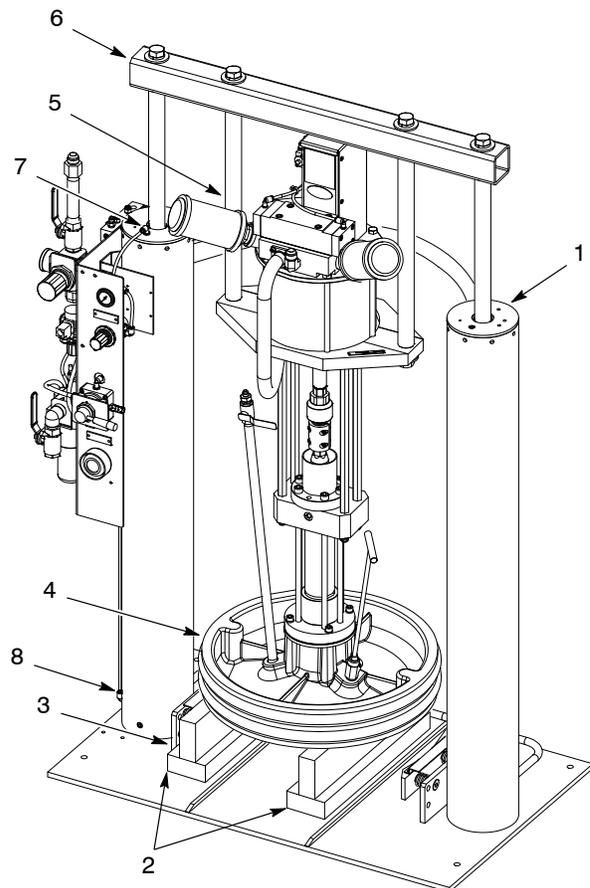

Abb.1 Den Stempel abstützen
1. Siehe Abbildung 1. Den Stempel (4) mit Klötzen (2) abstützen, die hoch genug sind, um zu verhindern, dass der Stempel mit dem Fassniederhalterfuß (3) in Kontakt kommt. Sicherstellen, dass die Baugruppe Stempel/Luftmotor sicher steht und nicht umfallen kann.
2. Alle Geräte oder Halterungen abnehmen, die oben an Zylinderköpfen (1), Montagegestangen (5) und Querrohr (6) installiert sind.